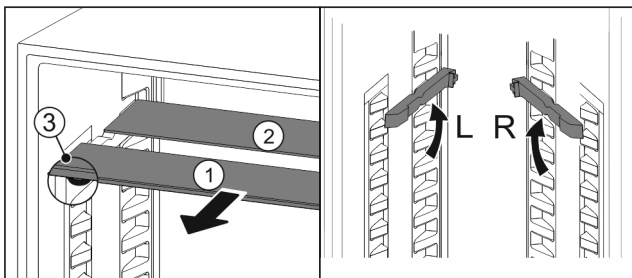

Fig. 22
- ▶ Glasplaten afzonderlijk vanaf de voorkant eruit trekken Fig. 22 (1).
- ▷ Glasplaat Fig. 22 (1) met sierlijst ligt voor.
- ▷ Stops Fig. 22 (3) zijn naar onder gericht.